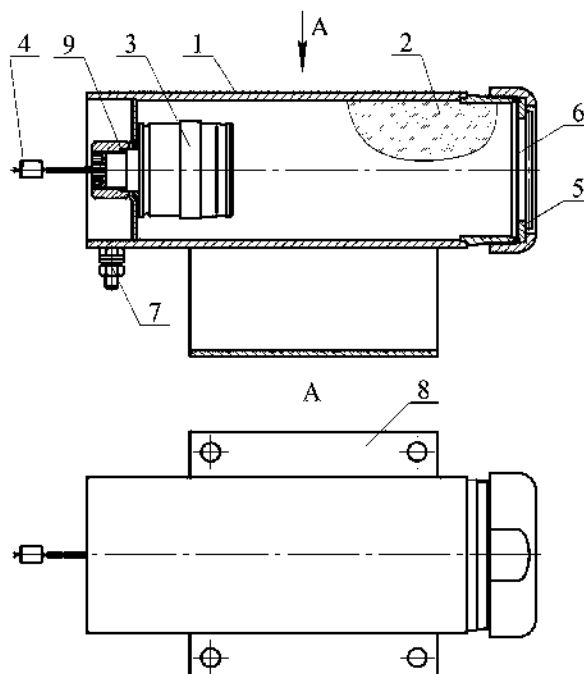

Рисунок 1
4.1.1 МНН (см. рисунок 1) состоит из корпуса **1**, в котором размещаются огнетушащий порошок (ОП) **2** и источник холодного газа (ИХГ) **3** с элементом электропусковым **4**. В передней части корпуса находится насадок-распылитель **5**, выходное отверстие которого перекрыто мембраной **6**. Модуль имеет заземляющий зажим **7**.
- ИХГ-0,65(М)-01 СИАВ 066614.025.000 ТУ для МПП нормального исполнения, ИХГ-0,65(М)-02 СИАВ 066614.025.000 ТУ для МПП специального исполнения или ИХГ-0,65(М)-06 СИАВ 066614.025.000 ТУ для МПП в широком температурном диапазоне эксплуатации (поз. 3 рисунок 1) – 1 шт.;
- резиновое кольцо 020-026-36 ГОСТ 9833-73 (поз. 9 рисунок 1) – 1 шт.;
- огнетушащий порошок ИСТО-1 ТУ 2149-001-54572789-00 (поз. 2 рисунок 1) - 0,5 кг;
- мембрана черт. СИАВ 634233.007.005 (поз. 6 рисунок 1) - 1 шт.